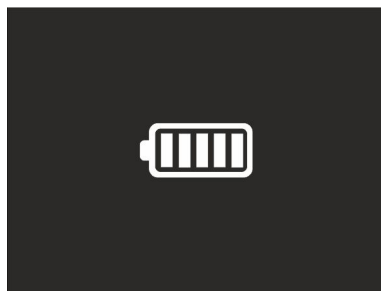

Fig. 56: Indicazione ricarica completa della batteria
3. Con simbolo “” acceso fisso il processo di carica è terminato (vedere Fig. 56)